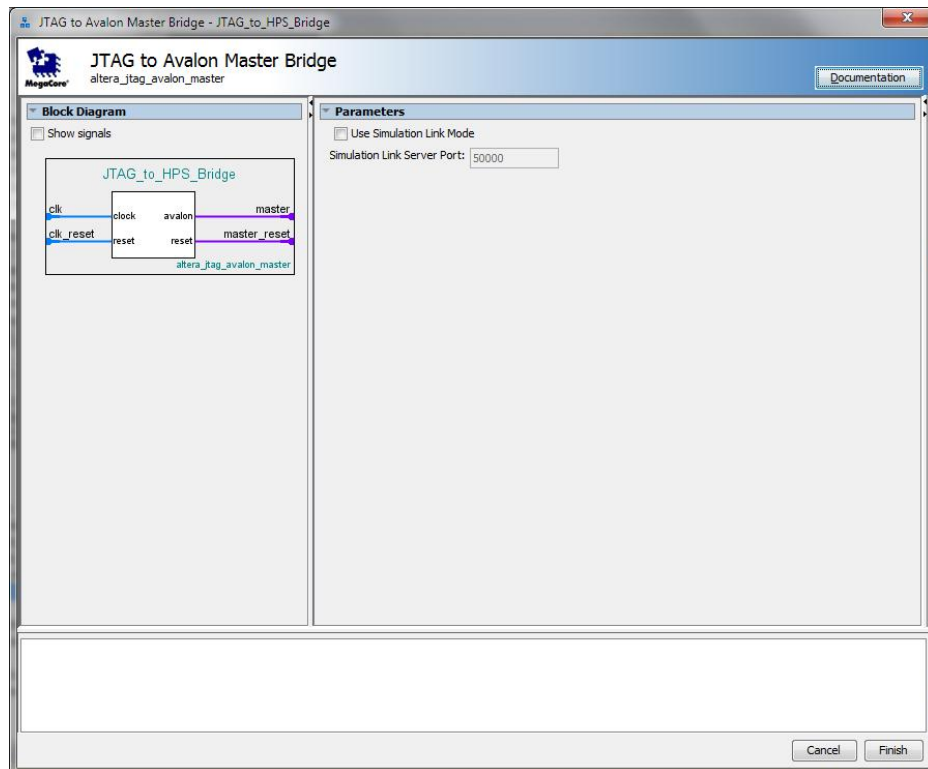

Рис. 59. Налаштування JTAG to Avalon Master Bridge
13. Додайте до системи модуль **JTAG to Avalon Master Bridge**. Він знаходиться у папці **Basic Functions -> Bridges and Adaptors -> Memory Mapped**. Залиште його налаштування за замовченням (рис. 59).